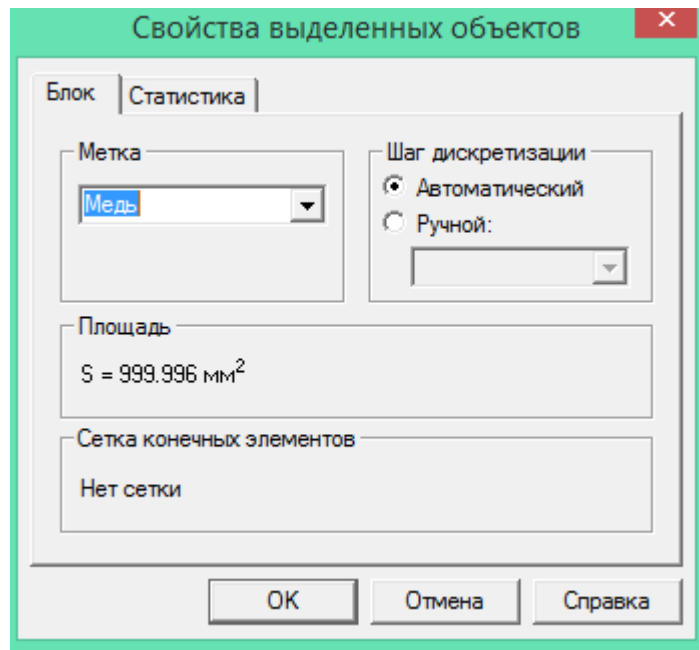

Рисунок 6 – Присвоение блокам свойств.
- магниты (следует помнить, что необходимо задать магниты 2 типов, имеющих разные направления (рис. 6).
10. После задания свойств для используемых в модели материалов, присвойте созданным вами блокам свойства в области геометрии. Для этого нужно вызывать созданный вами блок двукратным нажатием левой кнопки мыши и в появившемся окне задать поле «Метка» (рис. 6). Таким образом присвоить свойства каждому блоку, в том числе общей области геометрии.